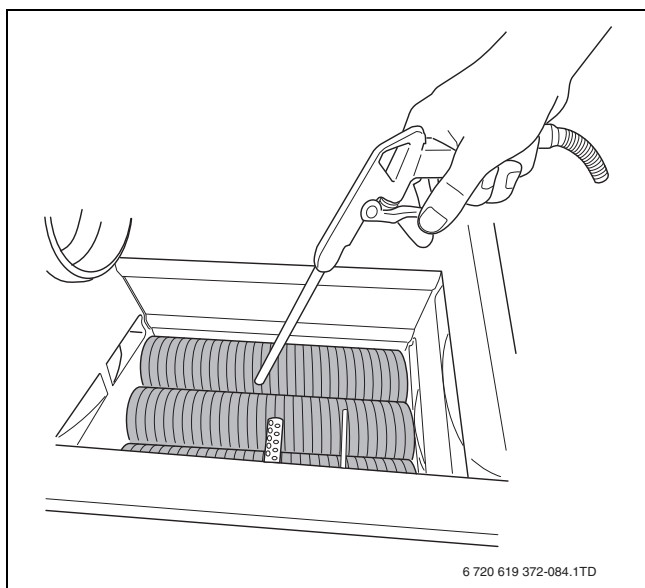

Bild 99 Wärmetauscher reinigen
- Wärmetauscher mit Pressluft oder weicher Bürste reinigen (→ Bild 99).